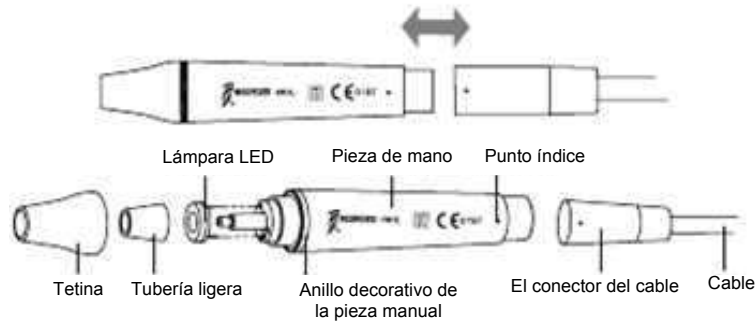

Ilustración 5
e) Croquis de la conexión de la pieza de mano desmontable mostrado en la Ilustración 5
2.1.2 Instrucciones para los componentes principales de la pieza de mano desmontable (Mostradas den la Ilustración 5):